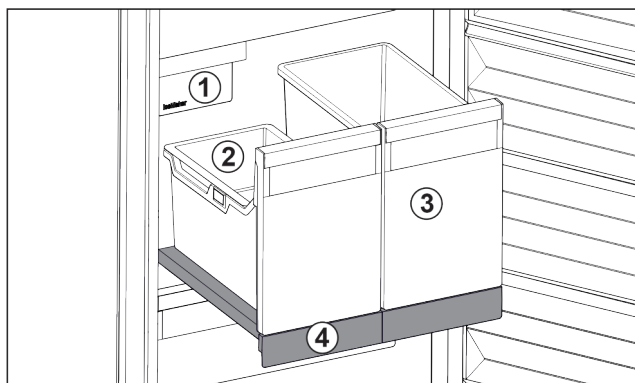

Fig. 32 Wysuwana półka z IceTower
Na wysuwanej półce znajdują się dwa wysokie pojemniki (IceTower). W pojemniku Fig. 32 (2) zbierane i przechowywane są kostki lodu z IceMaker. Pojemnik Fig. 32 (3) nadaje się do przechowywania wysokich artykułów spożywczych, takich jak pizza i napoje alkoholowe.